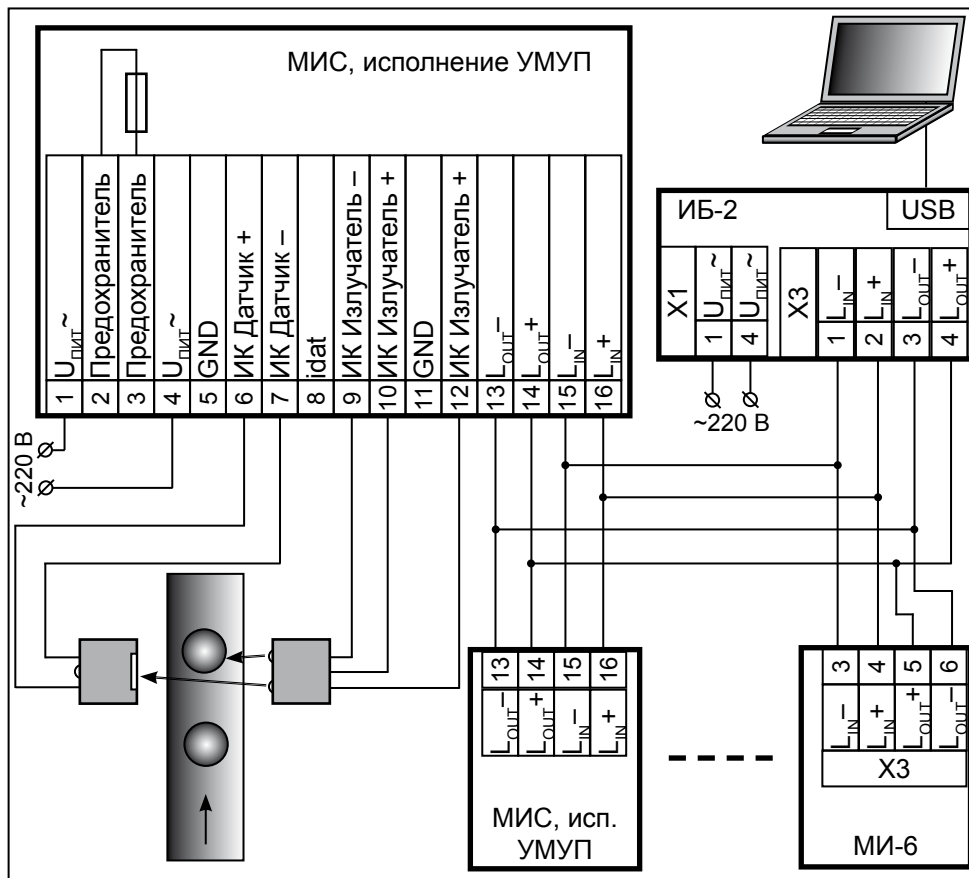

Рисунок 2. Схема подключения счётчиков МИС, исполнение УМУП совместно с модулями индикации МИ-6 и интерфейсным блоком ИБ-2
6.2 Если счётчик используется в составе системы учёта продукции совместно с персональным компьютером, подключить входную L_{IN} и выходную L_{OUT} линии последовательного интерфейса кабелем типа UTP5 (неэкранированная витая пара категории 5) на клеммной колодке рисунок 2.
6.3 Подключить кабель питания на клеммной колодке рисунок 2.